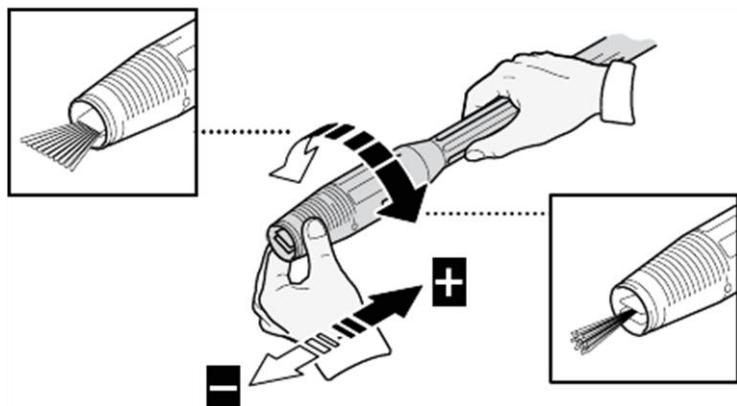

Рисунок 8
6) Пункт мойки колес «Аквадор» оборудован распылительным пистолетом с регулируемой головкой. Для изменения формы струи необходимо отпустить спусковой курок пистолета и повернуть регулятор в желаемое положение (смотри рис. 8).